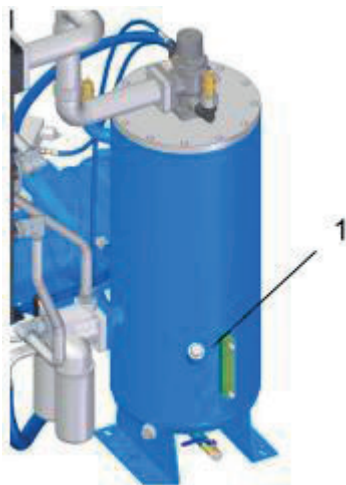

Рис. 32: Пробка наливного отверстия
5. ➔ Ослабьте пробку наливного отверстия (Рис. 32/1), осторожно откройте, не потеряв уплотнительное кольцо.
8. ➔ Верните на место пробку наливного отверстия (Рис. 32/1) и закрутите.